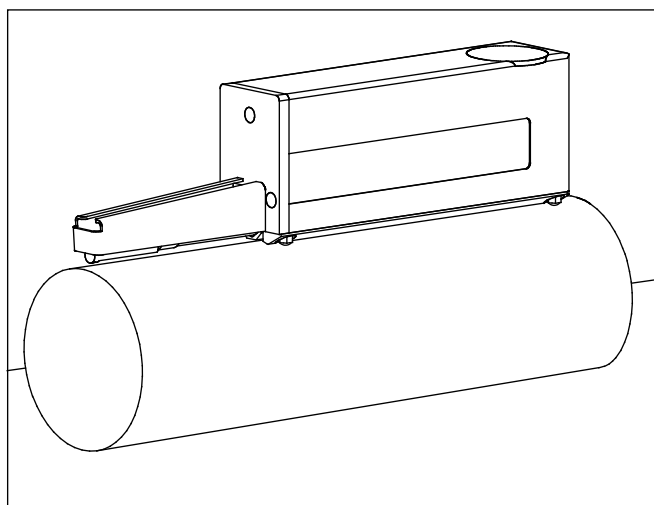

Fig. 6
- Lorsque le diamètre de l'objet à mesurer est supérieur à 72 mm, la MarSurf GD 25 / GD 25 plus s'appuie avec les pieds qui sont arrangés en appui à quatre points (v. fig. 6).